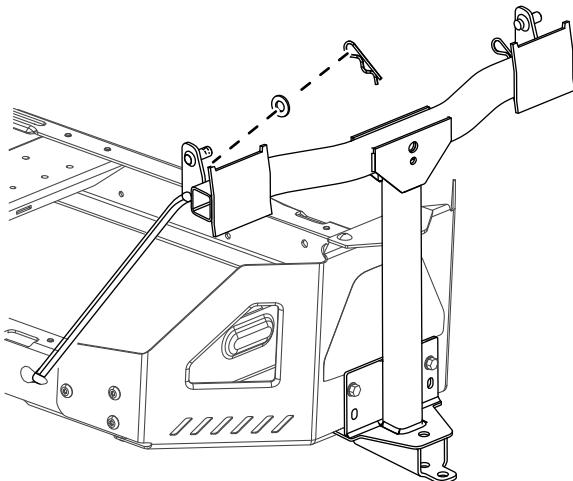

Figure 10
4. Placez l'extrémité évasée et coudée d'une tige dans le trou à détrompeur sur le côté gauche du cadre de la machine, et déplacez la tige vers l'arrière pour l'enclencher dans le cadre (Figure 10).
5. Insérez les extrémités coudées des tiges dans le support de fixation d'accessoire, comme montré à la Figure 10, et fixez-les avec une rondelle et une goupille fendue.